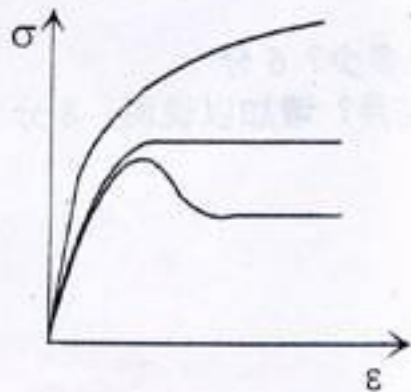

图 4
(1) 常温下金属塑性变形有哪些主要机制? 它们间的主要差异是什么? 5 分
(2) 面心立方金属铜在三种不同条件下的真应力-应变曲线如图 4。说明它们可能是在怎样的温度和应变速率下形成的? 为何有这样的形状? 8 分
(3) 什么是上、下屈服点效应 (在纯铁或低碳钢中)? 原因是什么? 7 分